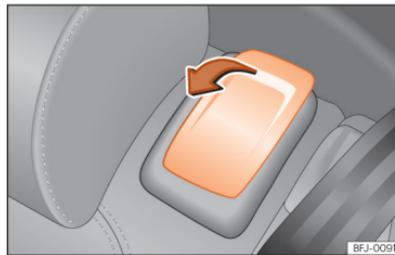

Abb. 101 Zweite Sitzreihe:
- Entriegelungshebel in Pfeilrichtung ziehen »» (Abb. 101).
- Hebel »» (Abb. 101) ziehen und Sitzlehne nach hinten in die aufrechte Position klappen. Der komplette Rücksitz klappt nach hinten »» ⚠️.